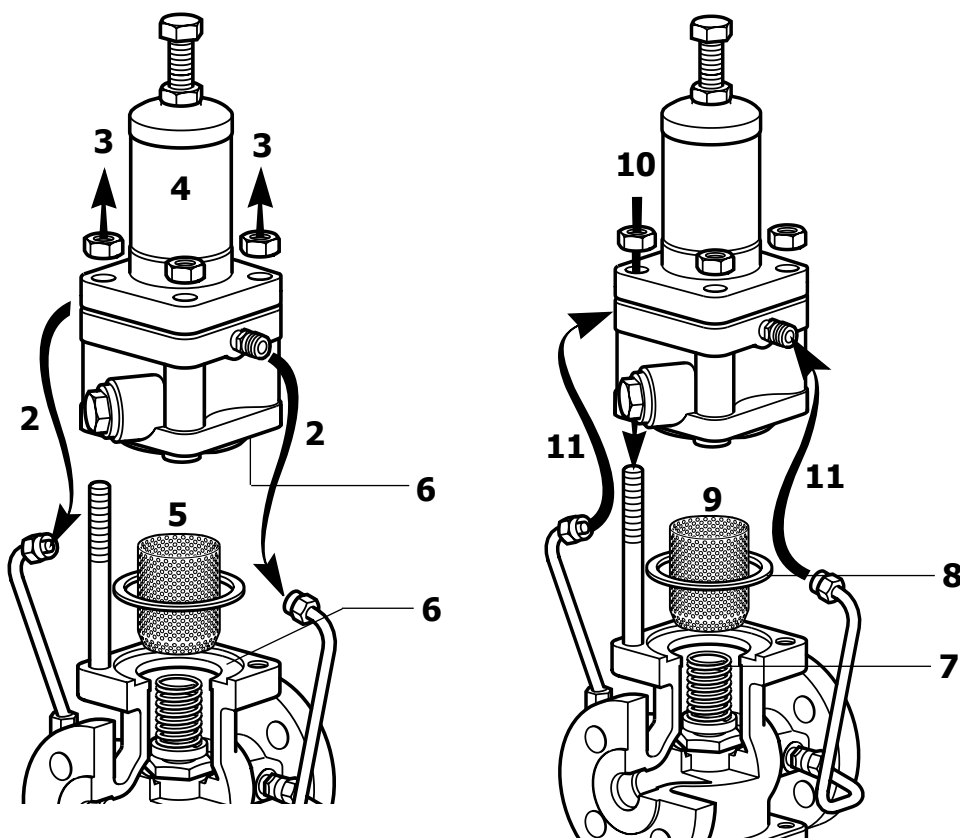

Рис. 11
5.5 Очистка или замена сетки фильтра главного клапана (рис. 11)